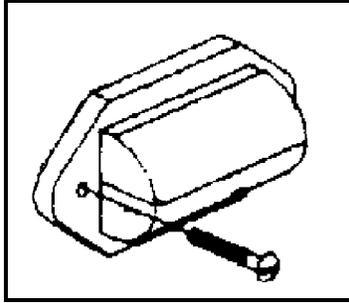

FIGURE 1 : LAMPE DE NUIT
2. Dévisser la lentille de la lampe et retirer l'ampoule en tirant dessus (figure 1).